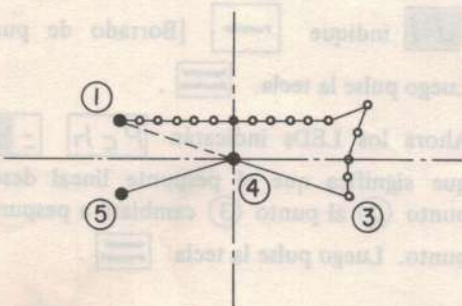

Fig. 6
Paso 24 Mueva la aguja usando las teclas y , y confirme que el punto de entrada de la aguja ha sido borrado y que el patrón después del punto borrado se ha movido como se ilustra en el la Fig. 6.
Paso 25 Mueva la aguja a la posición ④ que se ilustra en la Fig. 6. Luego pulse las teclas y hasta que el LED indique [Movimiento del punto (relativo)]. Luego pulse la tecla .